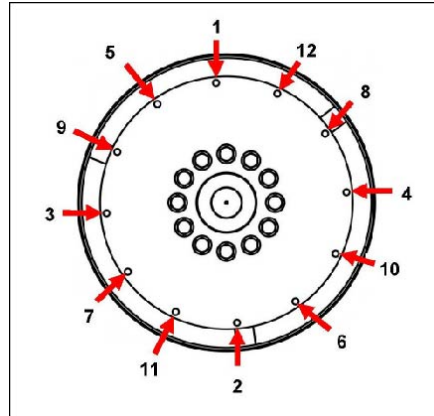

图 18. 固定顺序
10. 拆下校准销。使用头下方的大尺寸垫圈，安装耦合螺栓。按照所示顺序拧紧螺栓以将耦合盘固定到飞轮上。图 18 在第 xx 页 31。